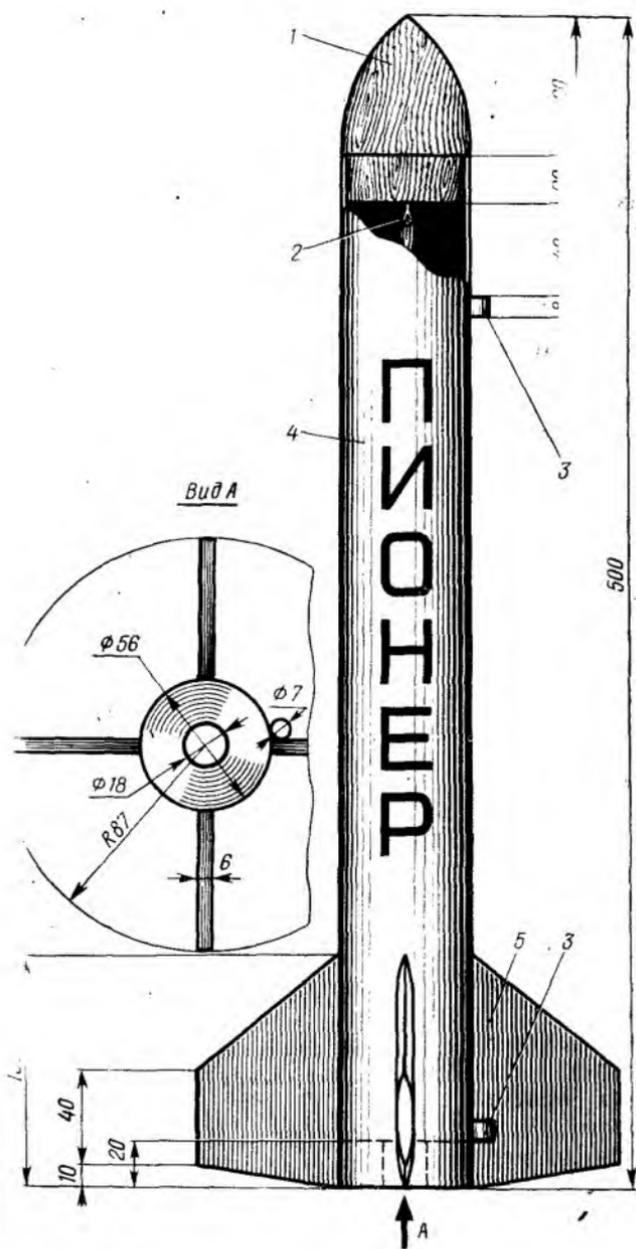

Рис. 59. Модель ракеты «Пионер»:
**Модель ракеты «Пионер»** (рис. 59) снаряжается двигателем МРД 10-8-4. Технология ее изготовления немного отличается от предыдущей. Корпус клеят из плотной бумаги в два слоя на оправке диаметром